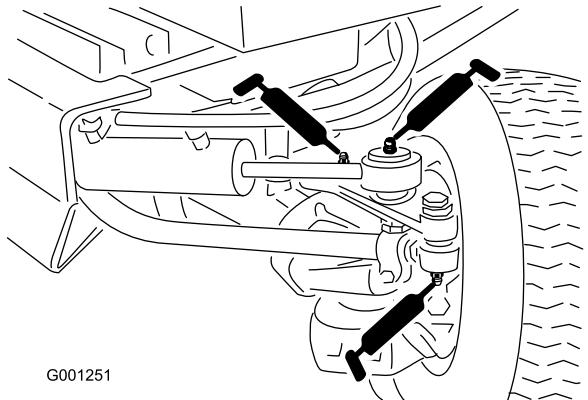

図 44
- ・タイロッドの端部 (2か所) (図 44)
- ・シリンダ・ロッドの端部 (2か所) (図 44)
- ・ステアリングのピボット (2か所) (図 44)
- ・アクスルのピボットピン (図 44)